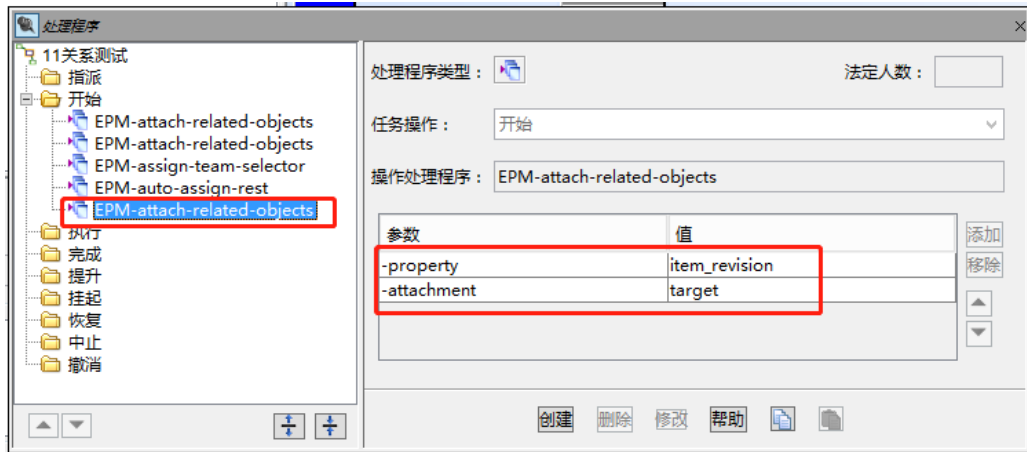

图 4
4.我们也可以将 handler:EPM-attach-related-objects 做如下配置，其中-property=item_revison;-attachment=target（如图 4）。